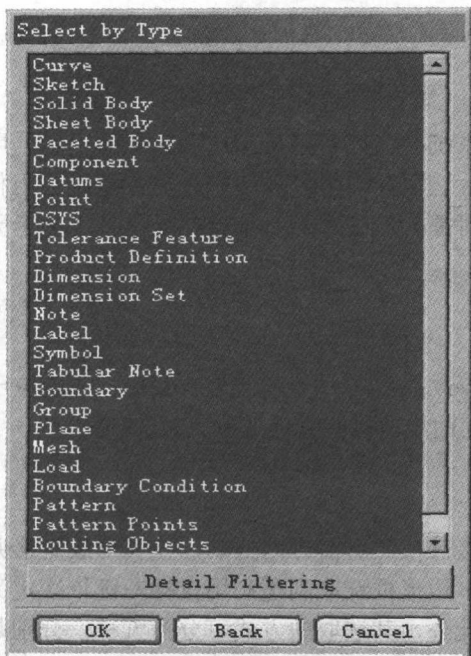

图 2-3 类型选项对话框
(1) 当點選 Type 类型筛选后, 系统弹出相应情况下的类型选项对话框, 如图 2-3 所示。用户可设置在对象选择中需包含或需排除的对象类型, 以限制选取对象的范围。在不同的情况下, 系统所显示的类型选项有所不同。只有当选取 Curve、Edge、Face、Datums、Dimension、Symbol、Routing Objects 等选项时, 类型选项对话框中的 Detail Filtering (细部